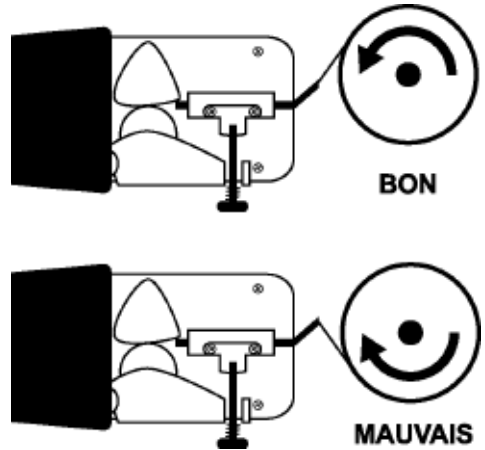

Figure 12. Installation de la bobine de fil
- Placez la bobine sur le fuseau de façon à ce que le fil sortant de la bobine ressemble à l'illustration supérieure de la figure 12. Le fil de soudage doit toujours sortir du dessus de la bobine, vers le mécanisme du dévidoir.